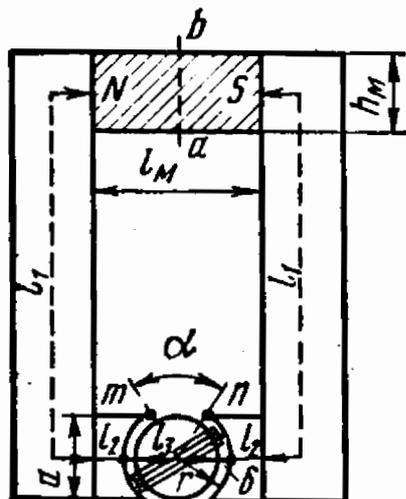
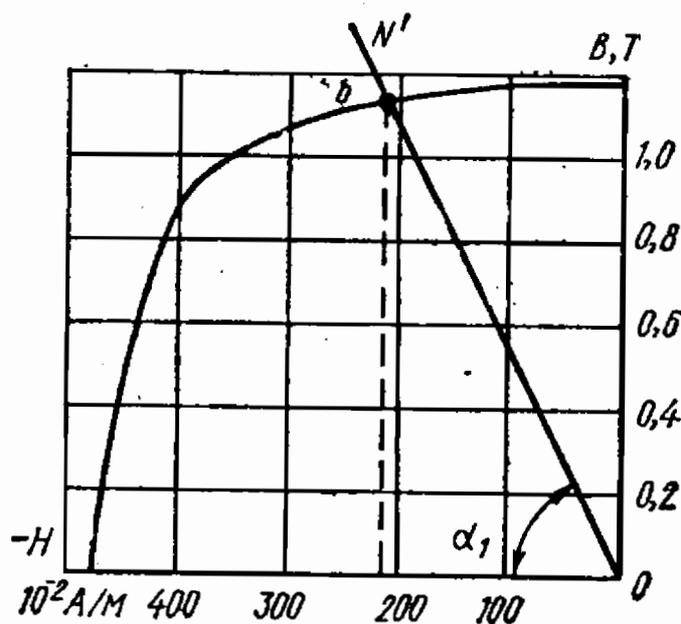
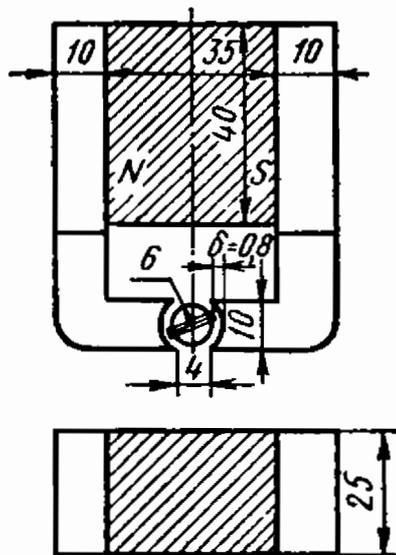

Рис. 9.18
Рис. 9.19
Рис. 9.20
9.18. Определить вращающий момент, действующий на рамку магнитоэлектрического миллиамперметра (рис. 9.18), если ток в рамке $I = 7,5$ мА, число витков рамки $\omega = 48$, длина ее (по оси) $l = 35$ мм, ширина $b = 18,8$ мм. Индукция в плоскости нейтрали $a-b$ постоянного магнита $B = 0,5$ Т, площадь поперечного сечения магнита $S_m = 3,5$ см². Коэффициент рассеяния магнитного потока $\sigma = 1,65$.
9.19. Определить индукцию в воздушном зазоре магнитоэлектрического прибора (рис. 9.18), если характеристика постоянного магнита из сплава магнико (АНКО-4) приведена на рис. 9.19. Сопротивления стыков между накладками, магнитом и полюсными наконечниками пренебречь.
Уравнение (9.4) выражает прямую, тангенс угла наклона которой к оси абсцисс α_1 зависит от свойств материала, а также от соотношения геометрических размеров магнита и воздушного зазора, характеризуемых коэффициентом σ . Так как зависимость $B(H)$ определяется также кривой размагничивания, то точка пересечения кривой $B(H)$ и луча, выходящего из начала координат под углом α_1 к оси абсцисс, определяет рабочий режим магнита (рис. 9.19).
9.20. Определить магнитную индукцию в воздушном зазоре гальванометра типа ГЗС-47 (рис. 9.20). Характеристики магнита из сплава магнико (АНКО-4) приведены на рис. 9.19. Размеры магнитной системы указаны в миллиметрах. Коэффициент рассеяния магнитного потока $\sigma = 1,65$.